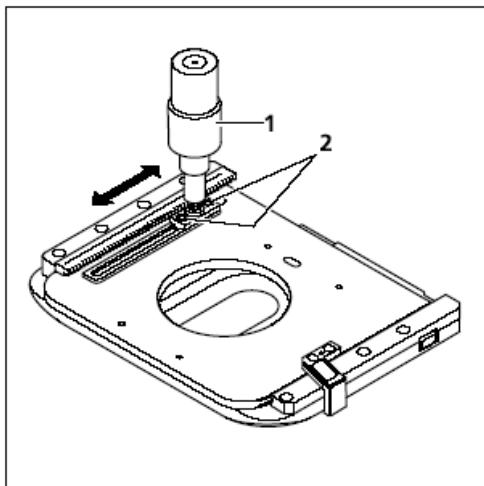

图 3-15 调整人体工程学驱动的连杆
- 松开连杆 (图 3-15/1) 上的两个加紧螺丝 (图 3-15/2)。
- 在槽内将连杆 (图 3-15/1) 滑动到想要的位置。
- 拧紧两个夹紧螺丝 (图 3-15/2)。